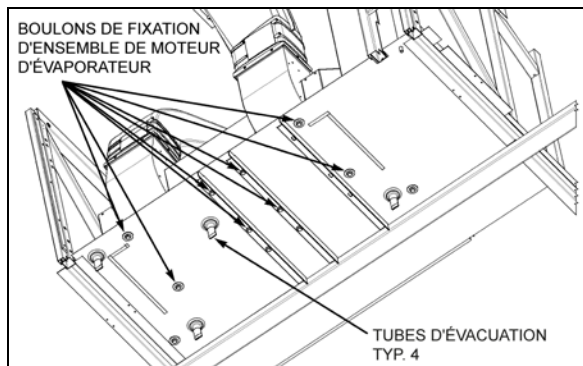

FIGURE 39: BOULONS DU MOTEUR DE L'ÉVAPORATEUR
10. Depuis le dessous du véhicule, dévisser les huit boulons qui fixent la base du double ventilateur refoulant. Enlever la totalité du double ventilateur du compartiment de l'évaporateur (Figure 39).